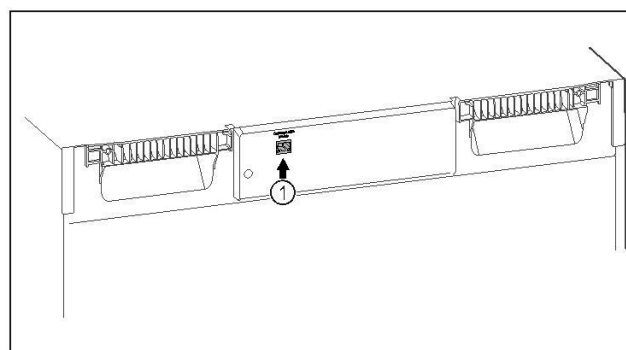

Fig. 79
- || SmartModule Fig. 79 (1) is geplaatst.